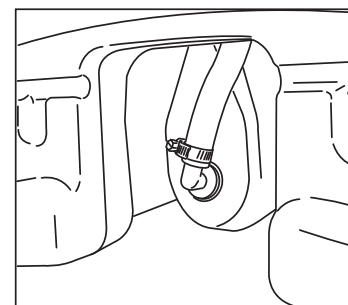

Figura 2.
2. Recorra el extremo de la manguera entre el tanque y la base. Instale la manguera en la lengüeta de la bomba y asegúrela con la abrazadera de manguera que se proporciona. **Ver la Figura 2.**